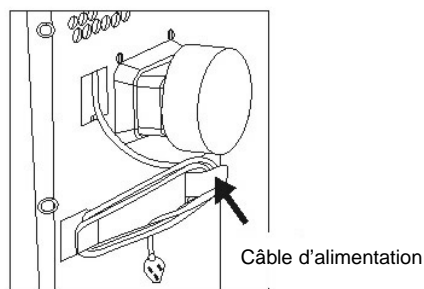

FIG.26
5. Quand l'appareil est inutilisé, ranger le câble d'alimentation comme sur le schéma ci-dessous. (fig. 26).